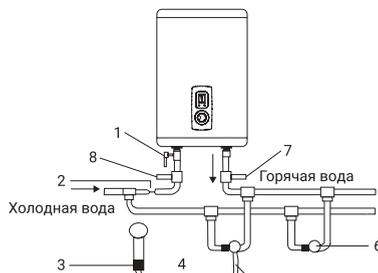

Рис. 5
1. Установка водонагревателей серий ZWH/S Azurgo существенно облегчается возможностью установить их как вертикально, так и горизонтально в любом месте вашего дома, в отапливаемом (!) помещении. Желательно установить водонагреватель как можно ближе к месту использования горячей воды, поскольку чем меньше длина труб, тем меньше потери тепла. Как показано на рис. 5а, при горизонтальной установке водонагревателя трубы подводки должны быть расположены справа. При установке водонагревателя рядом со стеной, оставьте рекомендованное свободное пространство для технического обслуживания. Не устанавливайте водонагреватель на горизонтальной поверхности и вплотную к полу.
Во избежание протечек при подключении трубопровода на концы резьбовых соединений следует установить комплектные резиновые уплотнительные прокладки. Если необходимо реализовать систему водоснабжения на несколько водоразборных точек, используйте способ соединения (см. рис. 5).
Рис. 5а